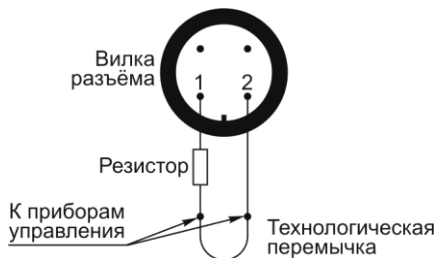

Рис. 5. Схема подключения МПП к линии пуска
6.5. Подсоединить линию запуска согласно рис. 5 с учетом требований, изложенных в разделе 5. При подсоединении модуля к внешней линии пуска, технологическую перемычку разомкнуть, провода линии пуска подпаять в местах разрыва. Полярность значения не имеет. Место пайки заключить в муфту (поз 5, рис. 1).